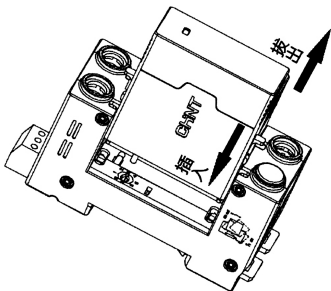

图7 更换保护模块示意
-更换保护模块时，应沿垂直方向拔出，不得左右上下摇摆，插入新模块时应沿垂直方向插入，并检查规格型号是否相符，如有阻塞不得强行插入，可能是规格型号不符或方向不正确，应进行调整，如图7。